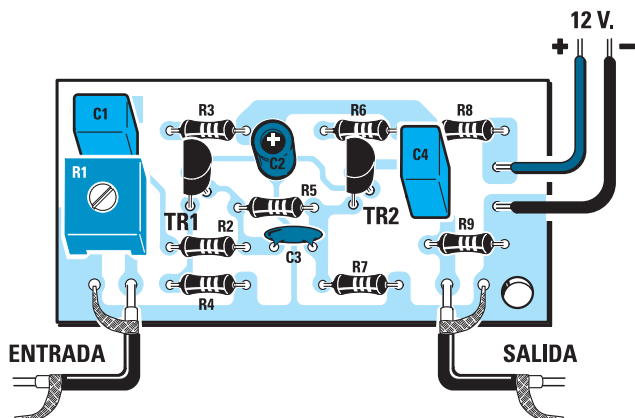

Fig.4 Esquema práctico de montaje del preamplificador LX.1592.
**LX.1592:** Todos los componentes mostrados en la fotografía y en el esquema práctico de la Fig.4, **incluido** el circuito impreso y cable apantallado para conectar las señales de entrada y salida .....6,85 €